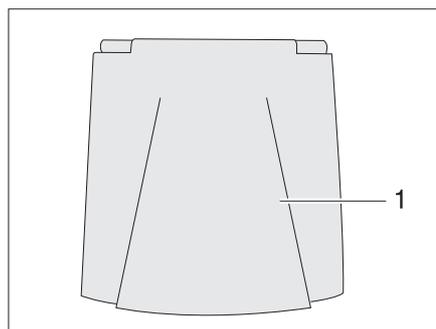

Bild 34 Außenklappe 230-V-Anschluss
- Außenklappe (Bild 34,1) nach oben schwenken.
- Außenklappe (Bild 34,1) nach unten schwenken und zudrücken.